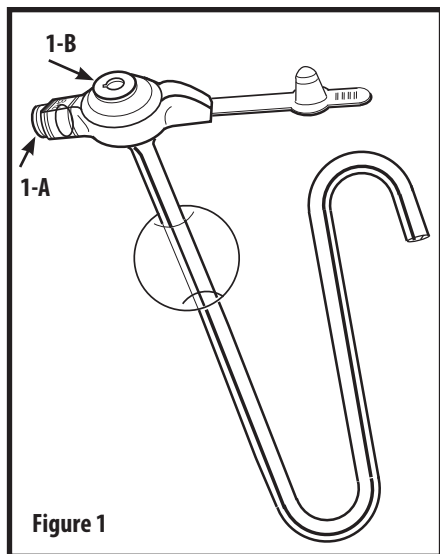

Figure 1
2. 采用器械包中的6 ml直口注射器，采用5 ml无菌或者蒸馏水通过气囊口扩张气囊(图1-A)。
4. 采用6 ml直口注射器，通过空肠口冲洗水(图1-B)来证实关闭与否。